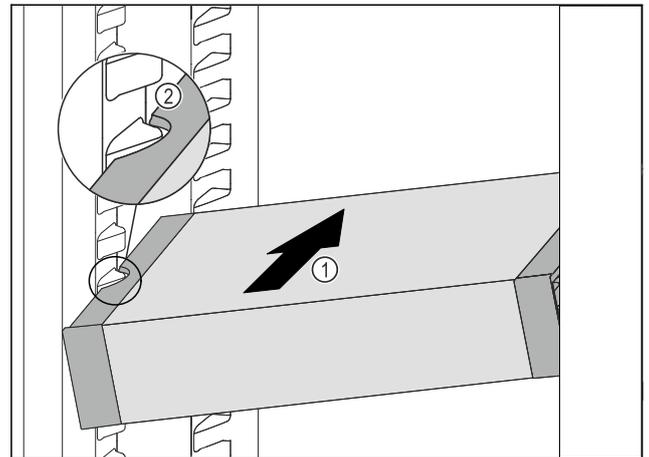

Fig. 48
▶ Introduzca el VarioSafe en posición oblicua en el compartimento del frigorífico Fig. 48 (1) hasta que los huecos laterales Fig. 48 (2) del VarioSafe se encuentren a la altura de la nervadura del recipiente en el compartimento frigorífico.